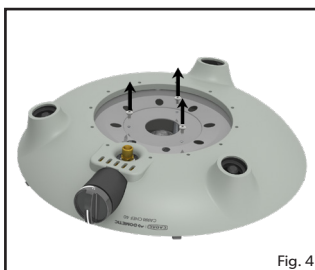
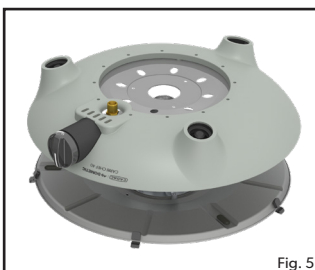
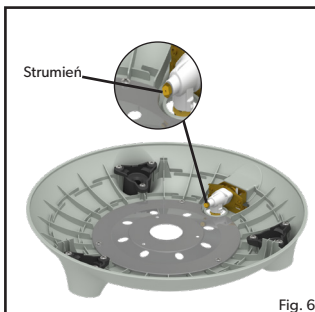

Fig. 4
Fig. 5
Fig. 6
- **Aby wymienić dyszę:** Usuń wszystkie luźne powierzchnie, jak również tackę i nożyki z urządzenia. Odwróć podstawę palnika i wykręć 3 śruby z dolnej pokrywy (rys. 4), aby oddzielić podstawę palnika od zespołu palnika (rys. 5). Odłącz przewód piezo, uważając, aby go nie uszkodzić i wyjmij zespół palnika z korpusu podstawy palnika, aby odsłonić dyszę (rys. 6). Strumień można teraz usunąć za pomocą odpowiedniego klucza. Nie używaj szczypic, ponieważ może to uszkodzić strumień, czyniąc go bezużytecznym lub niemożliwym do usunięcia. Wkręć nową dyszę do zaworu. Nie dokręcaj zbyt mocno, ponieważ może to spowodować uszkodzenie urządzenia.